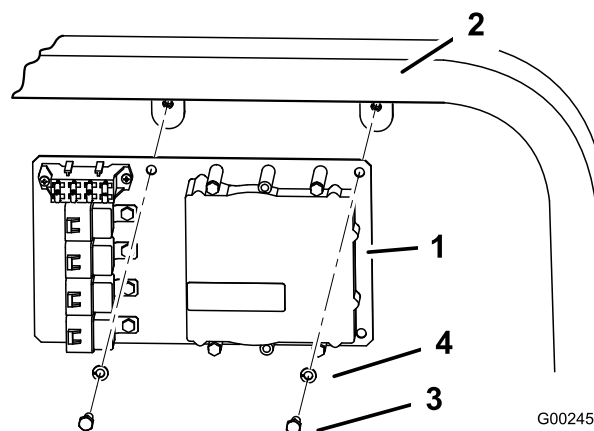

Bild 9
- A. Montieren Sie die Befestigungsplatte am Multi-Pro 1200 und 1250 mit zwei Schrauben (5/16 x 3/4 Zoll) und zwei Sicherungsscheiben (5/16 Zoll) wie in Bild 9 dargestellt.